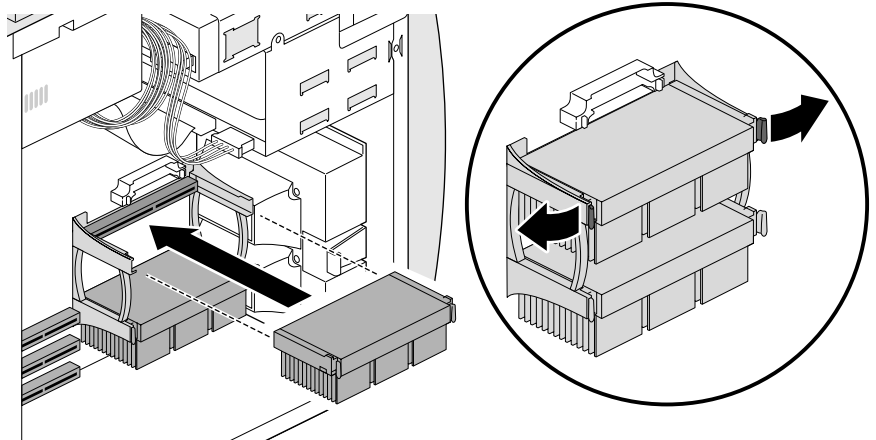

Figura 6-4 Installazione di un processore
8. Installare il processore, come illustrato nella Figura 6-4.